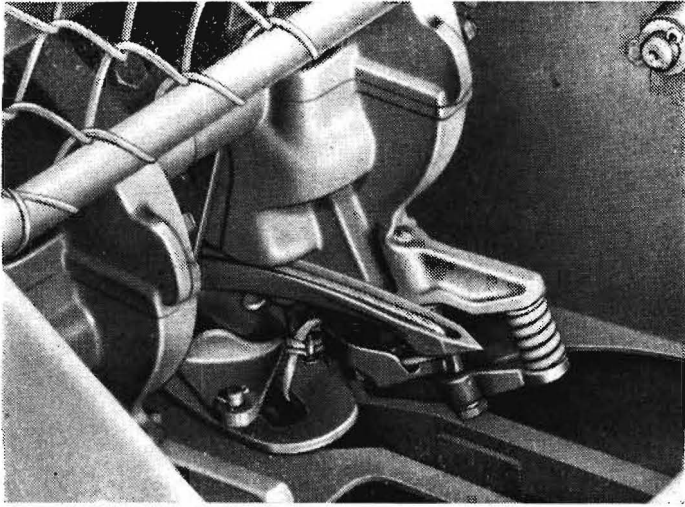

Bild 9
2. Der neu zugeführte Bindefaden wurde vom Fadenfänger erfaßt und eingeklemmt (Bild 9).